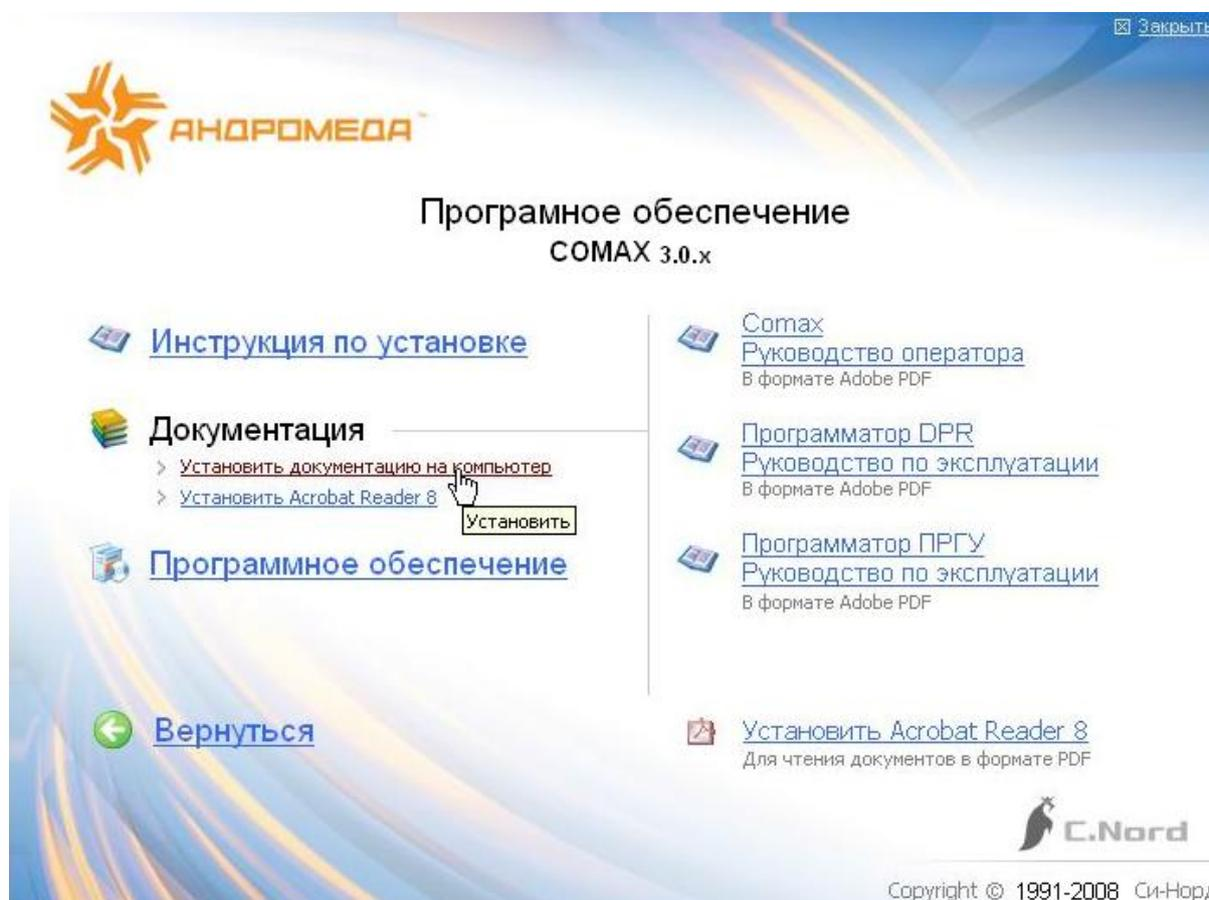

Рисунок 4 - Установка документации на компьютер
2.1.12 На CD-диске представлена документация к программе и к программаторам, которую можно также установить на компьютер пользователя из меню оболочки диска «CD-диск - Документация - Установить документацию на компьютер» (см. Рисунок 4).